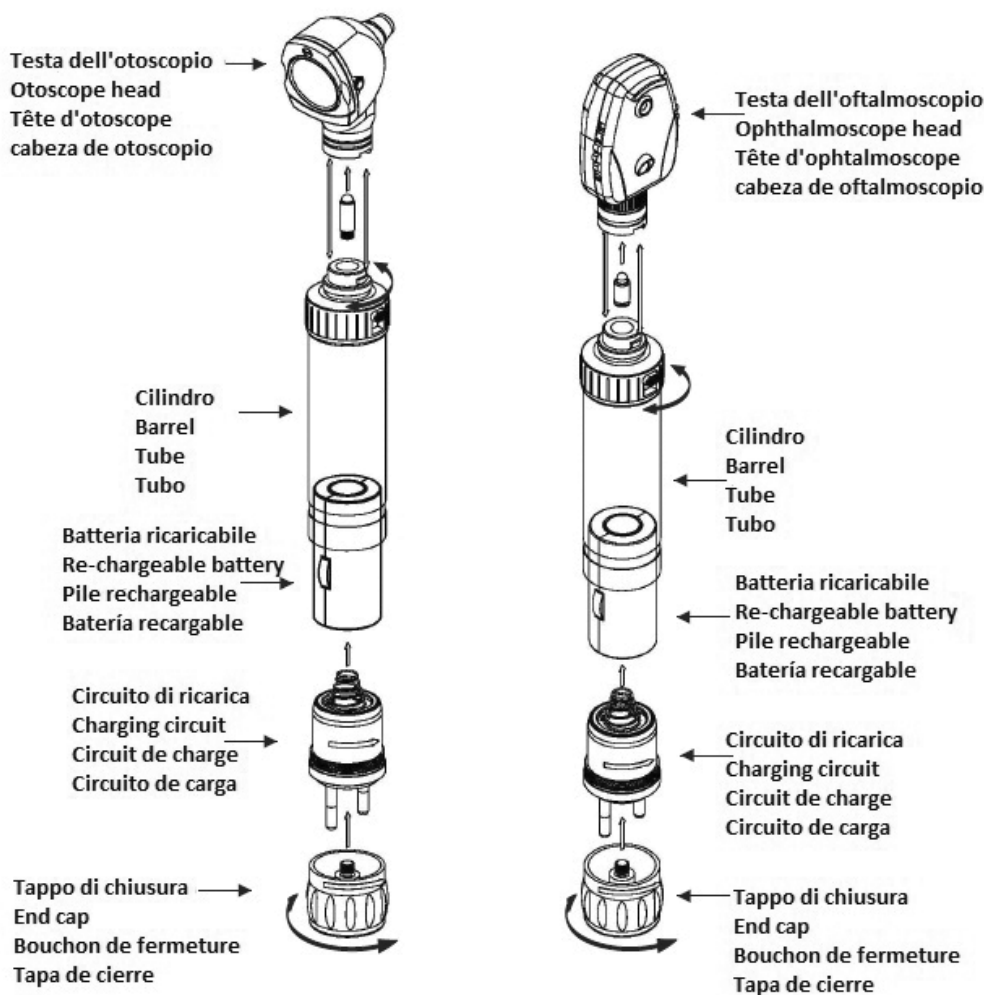

Fig.5
Svitare il tappo terminale ruotandolo in senso antiorario. Aprire la custodia della spina situata nella parte inferiore del manico ruotandolo in senso antiorario. Inserire la batteria ricaricabile nell'impugnatura. Ora chiudere la custodia della spina ruotandola in senso orario e quindi avvitare il cappuccio ruotandolo in senso orario come mostrato in fig.5. L'impugnatura è pronta per l'uso. Queste azioni sono valide anche per la sostituzione della batteria.
5. Prima di utilizzarlo per scopi diagnostici, è necessario inserire le batterie nel manico come illustrato nell'assemblaggio (fig.5).